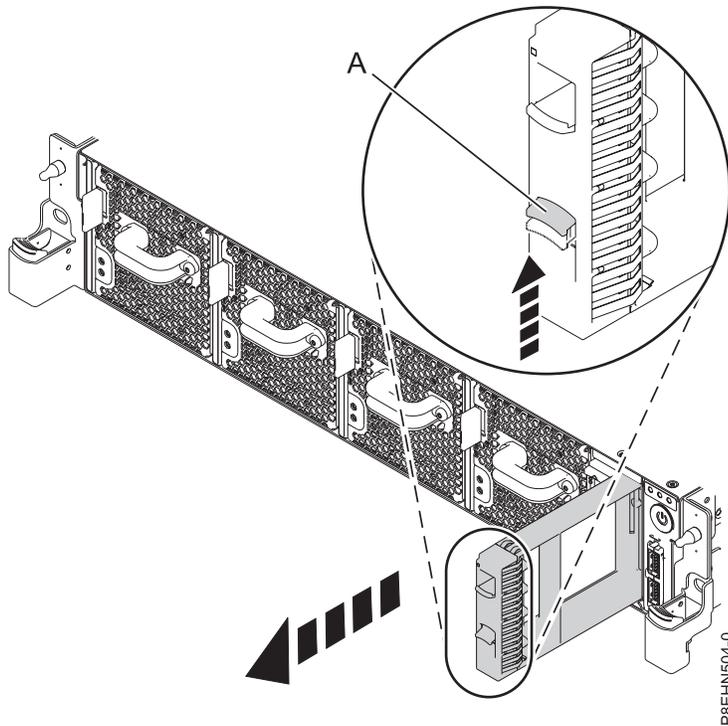

Figure 25. Retrait d'un obturateur d'unité de disque d'un système
- a. Appuyez sur le verrou (A) de la poignée de l'obturateur. Pour plus d'informations, voir figure 25, à la page 20.